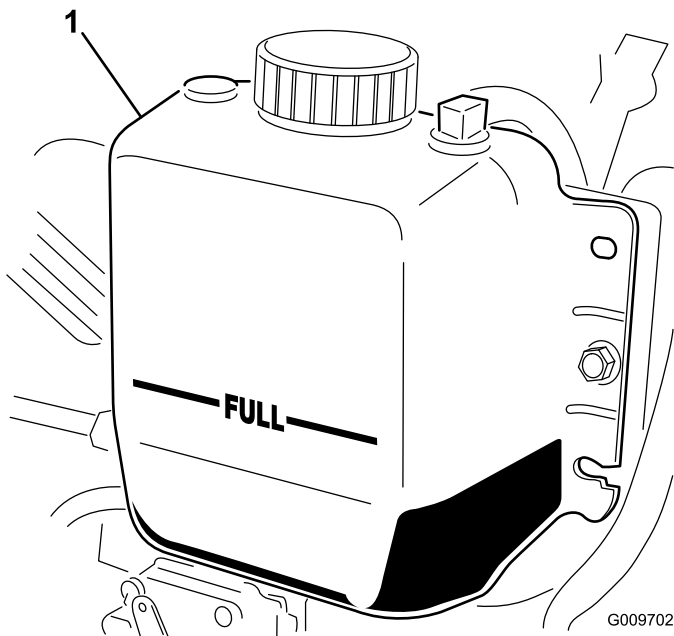

Bild 36
2. Prüfen Sie den Kühlmittelstand im Kühler. Der Kühler muss bis zur Oberseite des Einfüllstutzens und der Ausdehnungstank bis zur VOLL-Marke gefüllt sein (Bild 36).